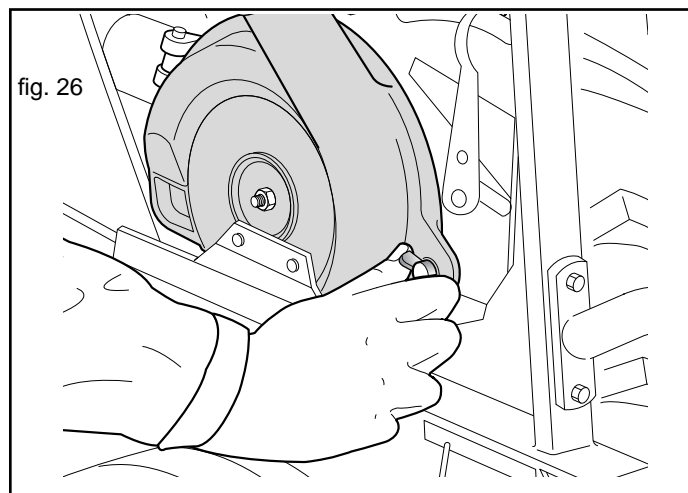

fig. 26
- Die Flügelschraube zum Verschliessen des Deckels darf nur per hand festgezogen werden (Abb. 26).
- 1) Die Flügelmutter abschrauben und entfernen (Abb. 26);
- 6) Die Abdeckung wieder schließen und die Flügelmutter wieder festschrauben (Abb. 26).